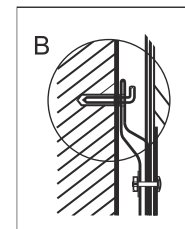

Рис. 3
1. После того как вы выбрали правильное место установки водонагревателя, определите точки для отверстий под анкерные болты с крючками. Расстояние между распорными болтами должно быть 200 мм. Просверлите в стене 2 отверстия соответствующей глубины с использованием сверла, подходящего по размеру под анкерные болты, прилагаемые к водонагревателю, вставьте болты и поверачивая крюк вверх, плотно затяните гайки, затем повесьте электрический водонагреватель на крюки (рис.3).